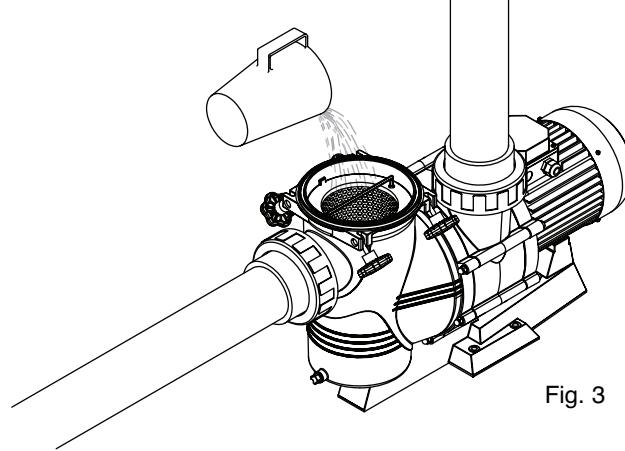

Fig. 3
- En vue du bon fonctionnement de la pompe, il doit être procédé à l'amorçage de la pompe jusqu'à ce que l'eau débouche à travers la conduite d'aspiration.(Fig.3)
- Les pompes ne doivent jamais travailler sans avoir été davantage remplis d'eau car, autrement, cela pourrait éventuellement causer des problèmes au joint mécanique et en conséquence avoir des pertes d'eau. (Fig.3)